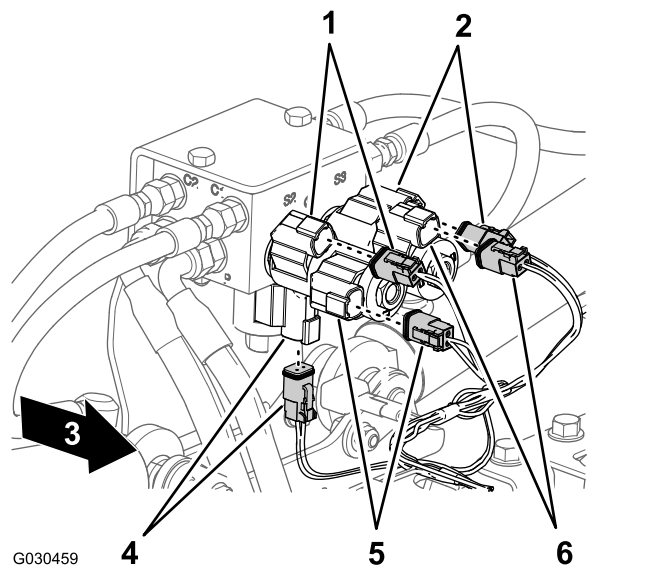

Figura 26
5. En la parte trasera de la máquina, desconecte los siguientes conectores hembra de 2 vías (Figura 26) del distribuidor de los cilindros de elevación, según se indica a continuación: